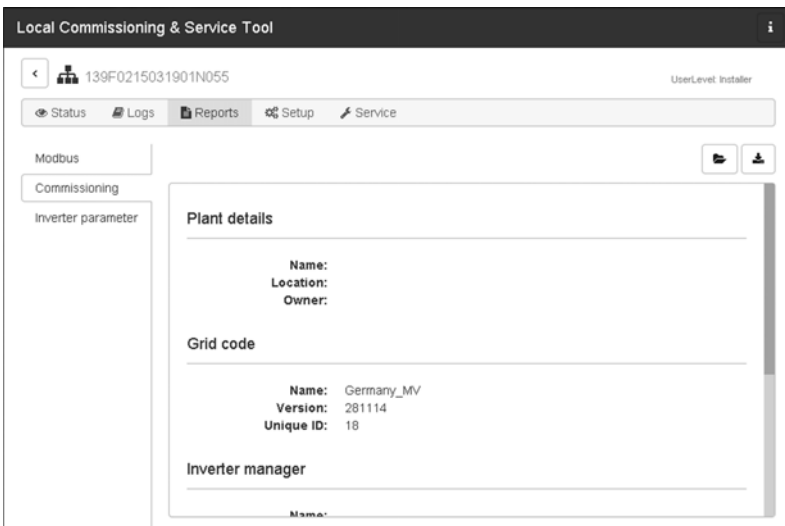

Imagen 15: LCS-Tool - informe de puesta en marcha
13. Tras la puesta en marcha, es posible descargar un informe de puesta en marcha en el menú **Reports**. El informe contiene toda la información sobre la configuración del inversor, incluidos los valores de desconexión reales de cada inversor. Mediante el símbolo de carpeta en el menú **Reports** es posible abrir un directorio de informes de puesta en marcha (incluyendo información del código de red) (consulte la imagen 15).